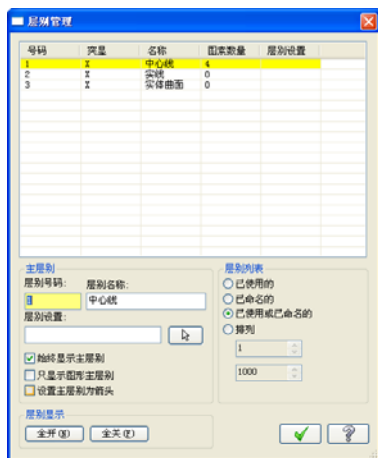

图 6-133 创建绘图图层
① 创建绘图图层。单击状态栏中的“层别”按钮，在弹出的“层别管理”对话框内设置好中心线层、实线层，实体曲面层，如图 6-133 所示。